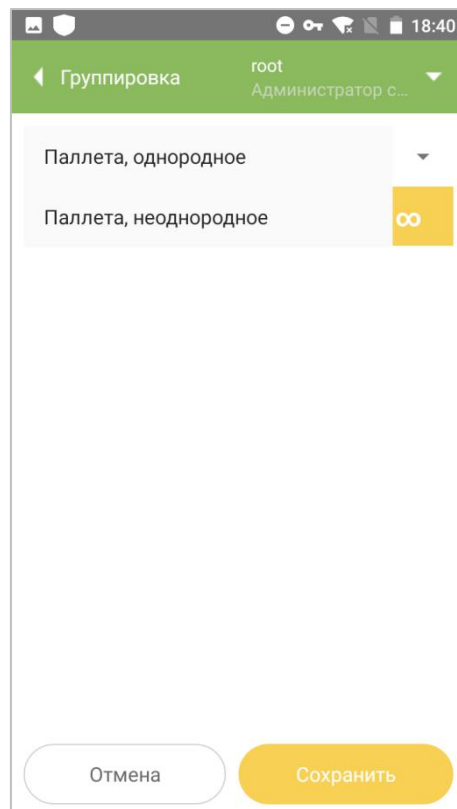

Рисунок 3.2
2. При необходимости выбрать тип паллеты из выпадающего списка: однородная или неоднородная (Рисунок 3.2). По умолчанию установлен тип «Паллета, однородное». В зависимости от роли пользователя существует возможность выбора типа «Паллета, неоднородное».2.1. Упаковка однородной паллеты: